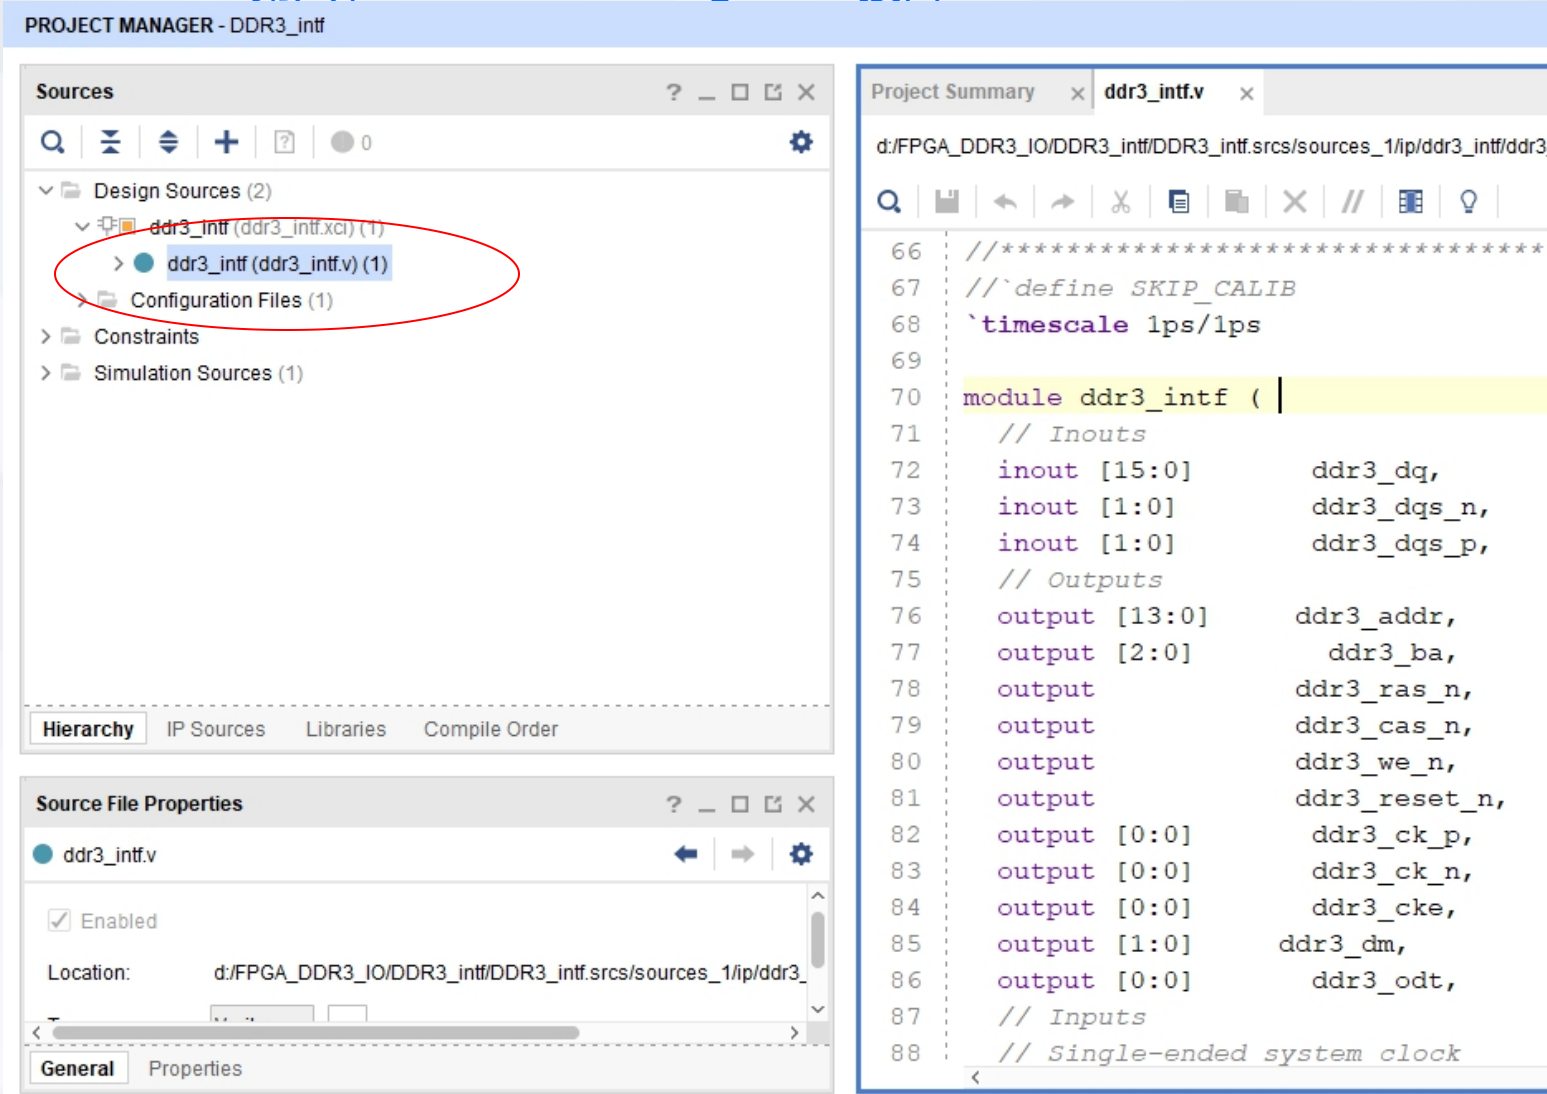

图 8-16 DDR3 IP
(1) 新生成的IP core (DDR3) 如右图所示 (图8-16)
- (2) File->Text Editor->new file
- (3) 打开 ddr3_intf(DDR3_intf.v)
- (4) 复制接口到新建的文件中
- (5) 存储新文件为ddr3_top.v